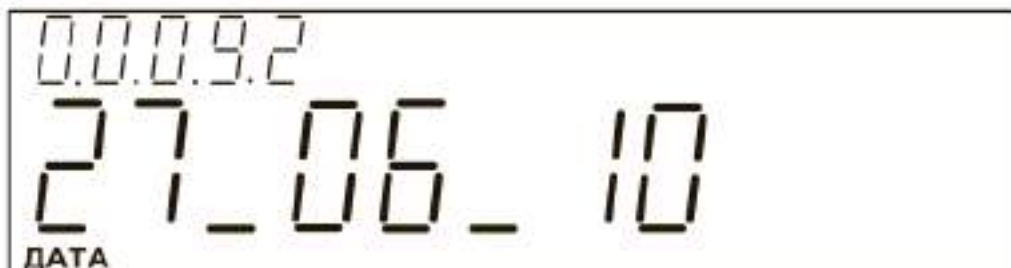

Рис. 7
5.1.2.3 Формат отображения на ЖКИ текущей даты должен соответствовать рис. 7.
При этом индицируется текущая дата в формате «дата \_ месяц \_ год». На рис. 7 приведён пример индикации текущей даты (27 июня 2010 г.).